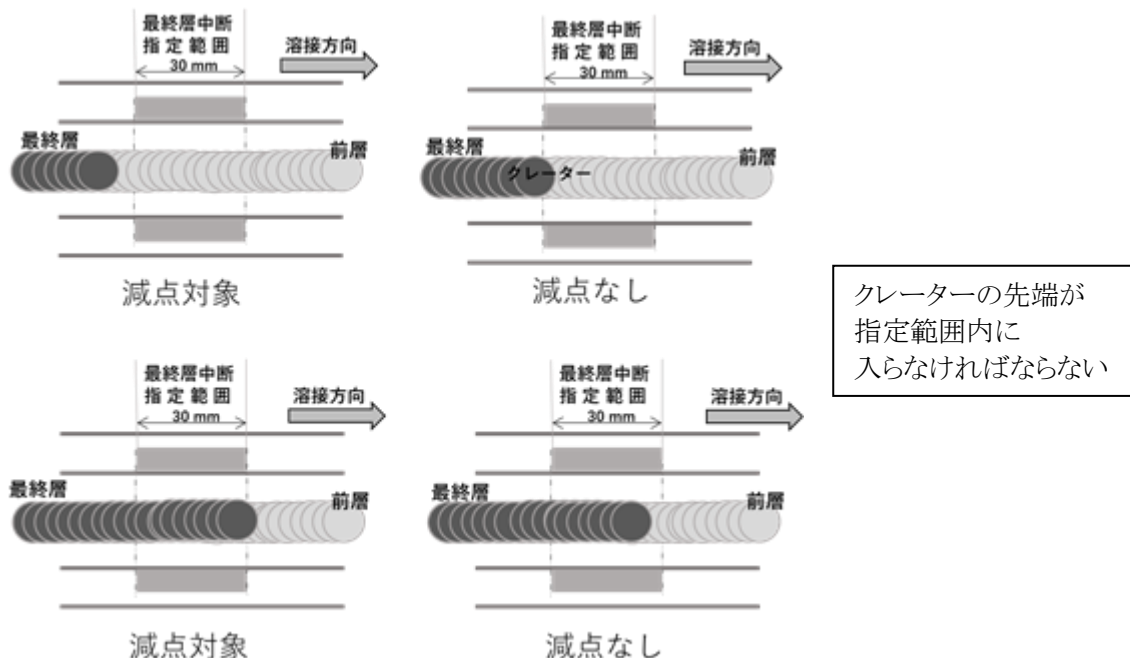

図2 アーク中断位置の定義
- (4) 溶接による変形は逆ひずみ法により防ぐものとする。
- (5) 溶接中、溶接棒の取り換えは自由とする。溶接棒は最後まで使用しなくてよい。
- ★ (6) 競技材料の最終層の溶接では、指定範囲内でアークを中断する（図2参照）。競技委員に申告し確認を受けた後、中断前と同じ方向へ溶接を継続する。